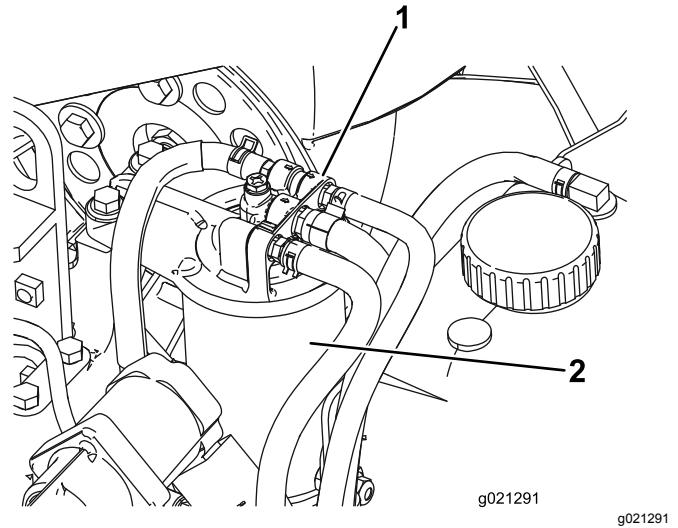

Bild 59
2. Entfernen Sie den Filter und reinigen die Kontaktfläche (Bild 59).
1. Reinigen Sie den Bereich um den Kraftstofffilterkopf (Bild 59).